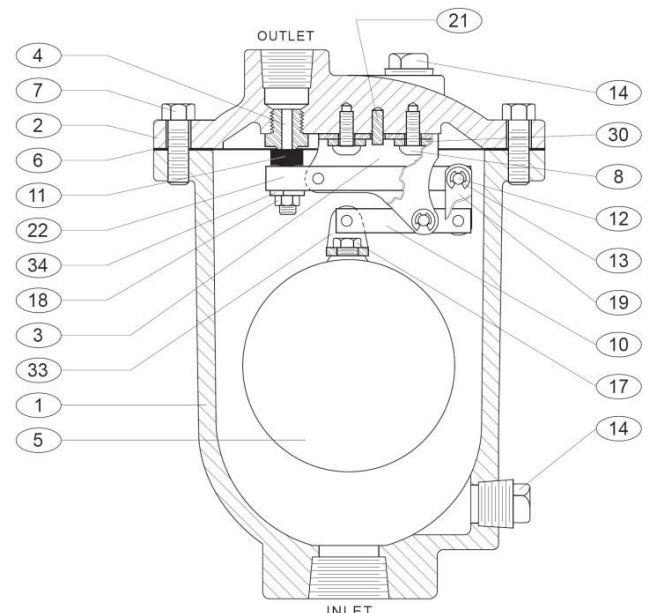

Figura 6. Conjunto de válvula de liberación de aire
El mecanismo de palanca proporciona una ventaja mecánica para el flotador. Durante el funcionamiento del sistema, la presión de la tubería ejerce una fuerte fuerza hacia arriba sobre el componente de sellado, el botón de orificio. El mecanismo de palanca aumenta el peso del flotador, de modo que el orificio se abrirá cuando haya alta presión en la tubería. Se proporcionan puertos adicionales para fines de enjuague, prueba y drenaje. En la figura 6 se muestran los detalles de la construcción. El cuerpo (1) está roscado para la conexión a la tubería. El asiento (4) se enrosca en la cubierta del molde (2).